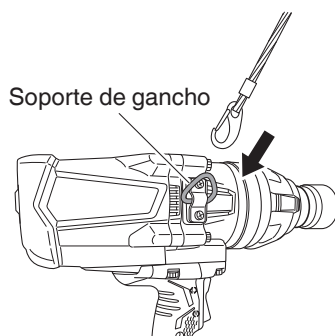

Fig. 7
7. Uso del soporte de gancho (WR25SE) (Fig. 7)